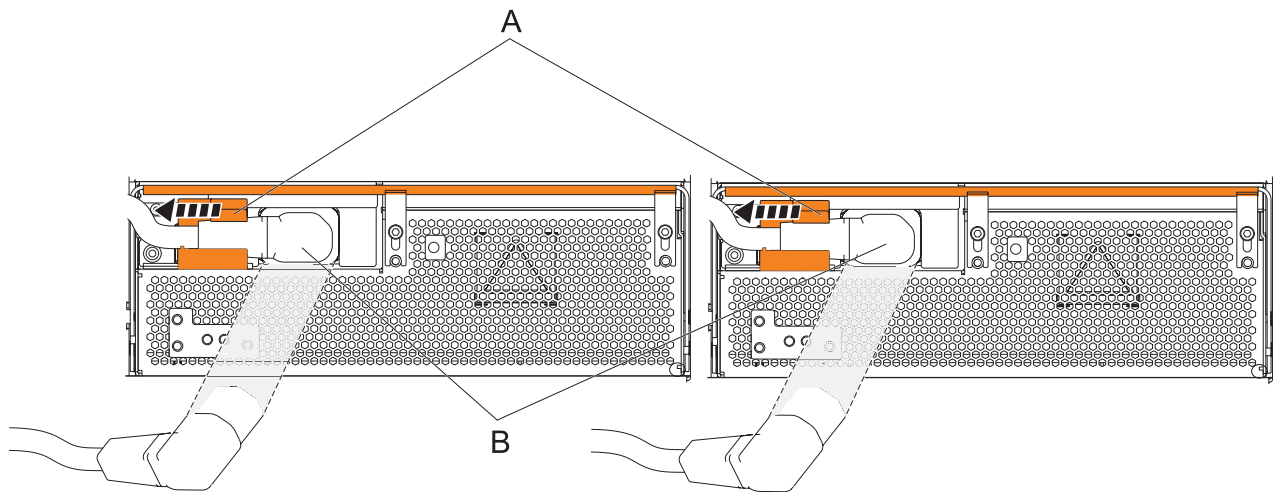

Figura 88. Desconnexió dels cables d'alimentació de l'OCA
- a. Desplaceu les peces de subjecció dels cables d'alimentació **(A)** que hi ha a la part frontal dels dos OCA cap a l'esquerra. Consulteu Figura 88 a la pàgina 118.